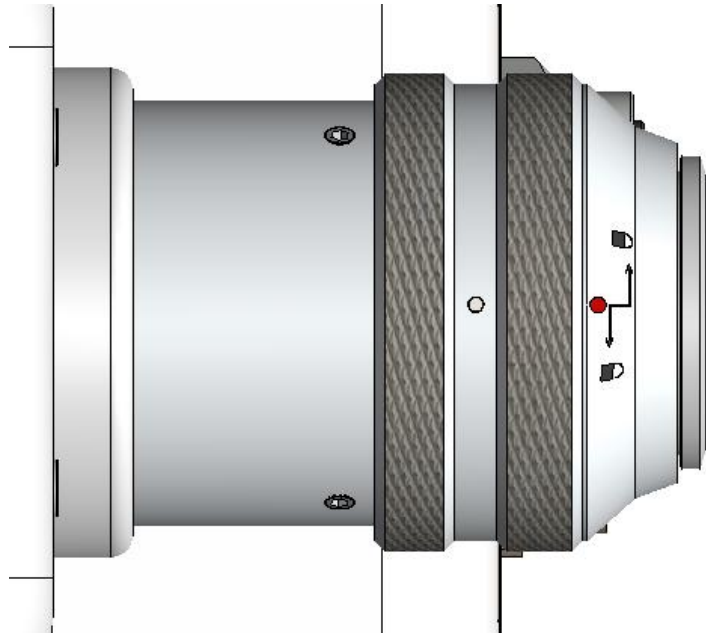

图2.5
- ③ 将QBH连接器拧至打开状态：逆时针方向旋至极限位置（可以感觉到“噎”的一声），注意转到位即可，不要大力拧动，否则可能会损坏QBH内部结构，如图2.5所示。